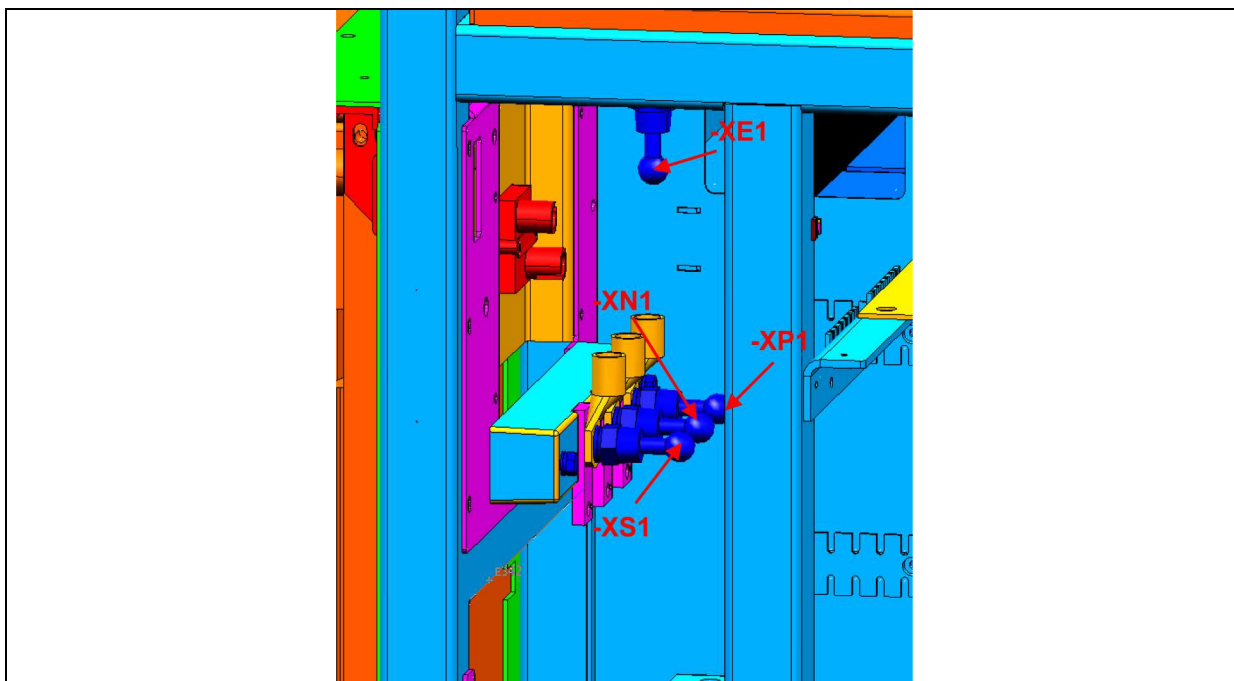

Рис. 1.1 Положение фиксированных шаровых наконечников преобразователя
Причиной опасных напряжений может быть напряжение источника питания. Соединительные точки не связаны непосредственно со жгутом проводки заземления, когда размыкатель линии питания Q4 и контакторы предварительной зарядки K6 открыты. Если питание постоянного тока не отключено, на клеммах присутствует напряжение, даже если жгут проводки заземления подсоединен (см. рис. 1.1 и принципиальную электрическую схему, см. Приложение). Строго соблюдайте инструкции изготовителя тяговой системы!
6. Откройте крышку 3 на передней панели преобразователя (см. рис. 5.1). Точки для подсоединения измерительных приборов и заземления звена постоянного тока находятся (см. рис. 1.1) сзади этой крышки (фиксированные шаровые наконечники, диаметр 22 мм).